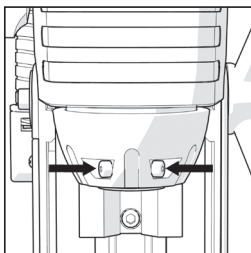
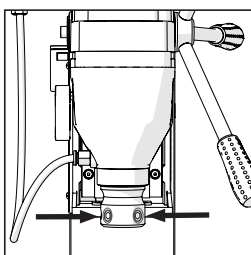

Fig. 8
Fig. 9
- Verificați dacă șuruburile fără cap ale frezei situate la capătul axului nu ies în afara alezajului axului. **(EVOMAG42 - Fig.8) (S28MAG - Fig.9)**